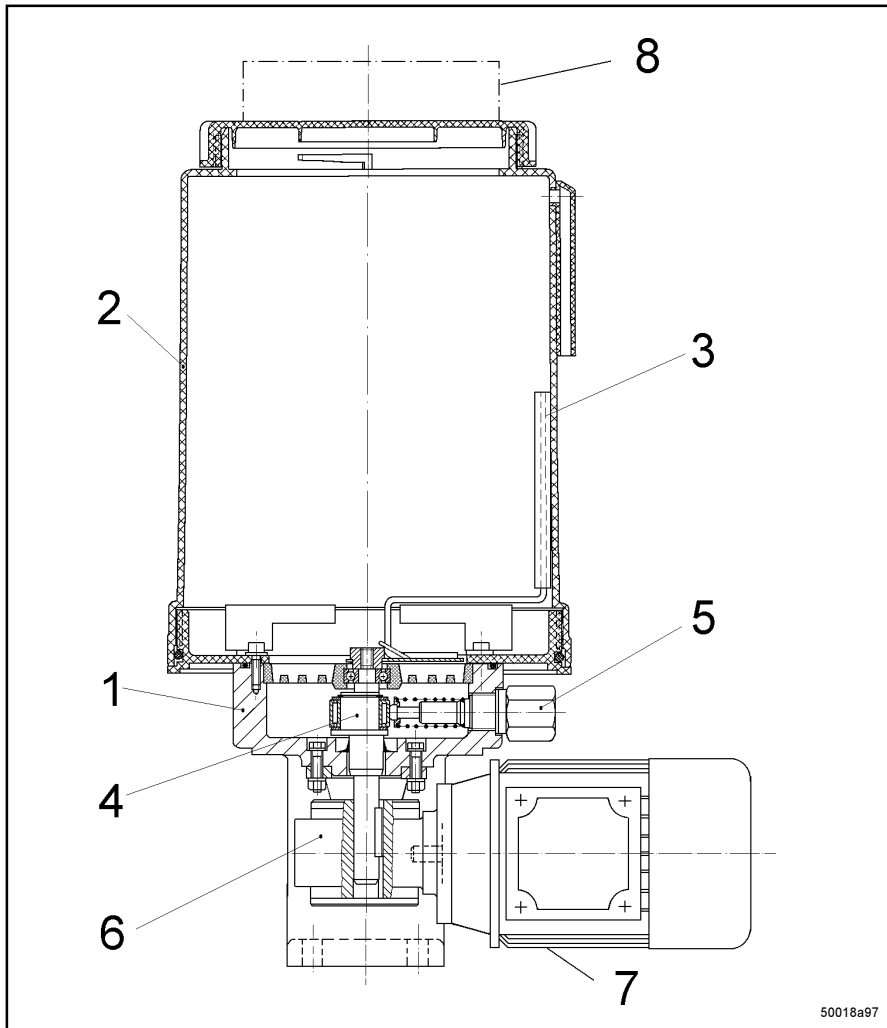

Fig. 1 - Vue en coupe de la pompe 205
- La pompe se compose principalement des pièces représentées à la fig. 1.
- L'engrenage à vis sans fin (6) réduit la vitesse du moteur d'entraînement (7) à la vitesse de rotation de l'arbre d'excentrique (4).
- L'arbre d'excentrique (4) amène le piston de l'élément de (5) à faire des mouvements d'aller et retour, sur quoi le lubrifiant est aspiré et amené à la sortie de la pompe par l'intermédiaire d'un clapet anti-retour.
- L'arbre d'excentrique (4) entraîne simultanément la palette d'agitation (3). Le lubrifiant est homogénéisé par le mouvement rotatif de la palette d'agitation et est amené aux alésages d'aspiration de l'élément de pompage (5).